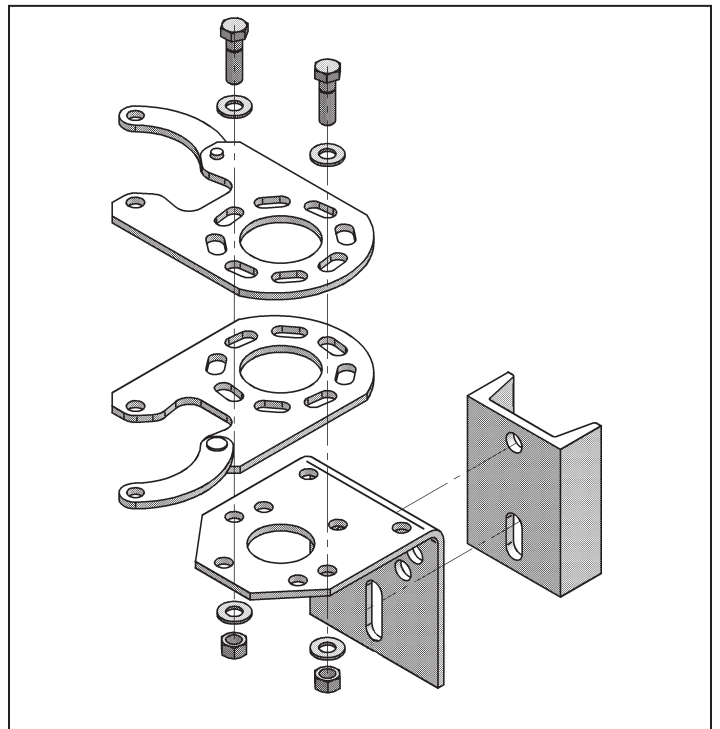

Figura 17. Vista despiezada de las placas de tope y el conjunto de la chumacera base.
**PASO 22.** Los orificios de la placa de tope están ranurados para que haya espacio para el ajuste. Afloje los tornillos que sujetan las placas de tope ajustables a la placa de soporte de la chumacera base. Vea la Figura 17. Coloque el interruptor en la posición de **Apertura** total y ajuste la placa de tope de la posición de apertura total de tal forma que al bajar la palanca entre a la ranura de la posición de apertura. Marque la ubicación de la placa de tope de la posición de apertura en la placa de soporte.
- (a) Afloje la tornillería que asegura la placa de tope cerrada. Vea la Figura 17 en la página 16.